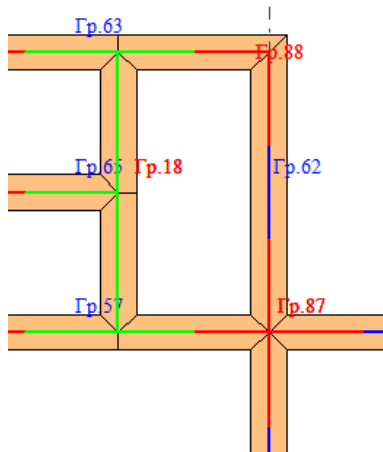

Рис.10.6.4. Объединение участков простенков в группу (фрагмент)
- Укажите на схеме участки Гр.63, Гр.65, Гр.57 и все участки Гр.18, при этом отмеченные участки простенков обозначатся зеленым цветом (рис. 10.6.4).